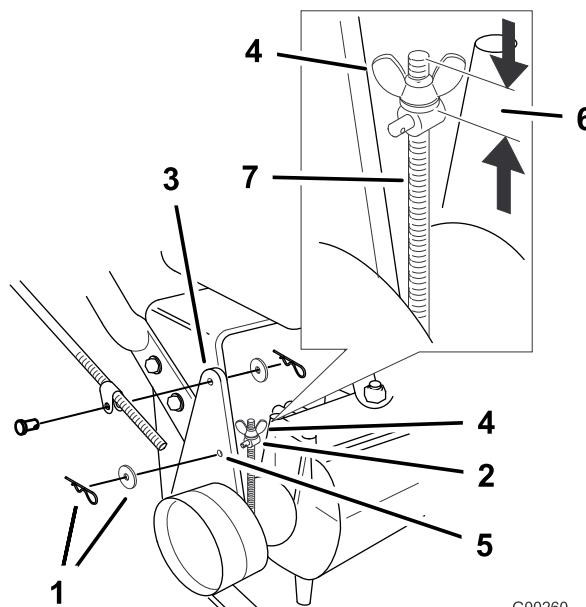

Figure 39
**Remarque:** Pour le réglage initial, ajustez l'écrou à oreilles jusqu'à ce qu'il soit à 32 mm (1-1/4") du haut de la tige (Figure 39).
5. Pour régler le frein, enlevez la goupille fendue et la rondelle du levier et du tourillon (Figure 39).
8. Placez le tourillon dans le trou F (Figure 39). Serrez l'écrou à oreilles.
9. Fixez le tourillon au levier de frein à l'aide de la rondelle et de la goupille fendue (Figure 39).